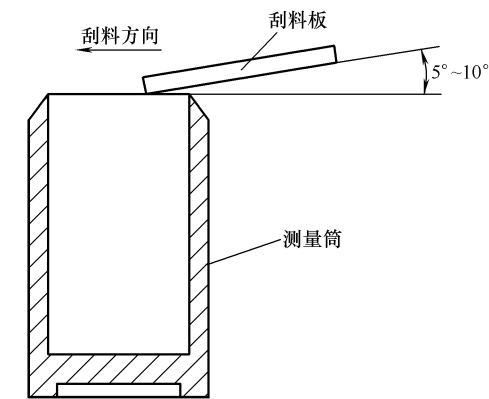

图 3 刮料方向示意图
- 6.5 迅速打开橡胶球阀，使试样自由下落以充满测量筒。一手轻轻扶持测量筒，一手立即用刮料板的边棱紧贴测量筒口边缘，以 5°~10° 的角度按图 3 所示方向刮去多余试样，刮料时自始至终要细心、避免振动、冲击或其他干扰因素。然后轻轻敲击测量筒壁，以减少试样体积，并用画笔清除量筒外侧及底部散落颗粒。